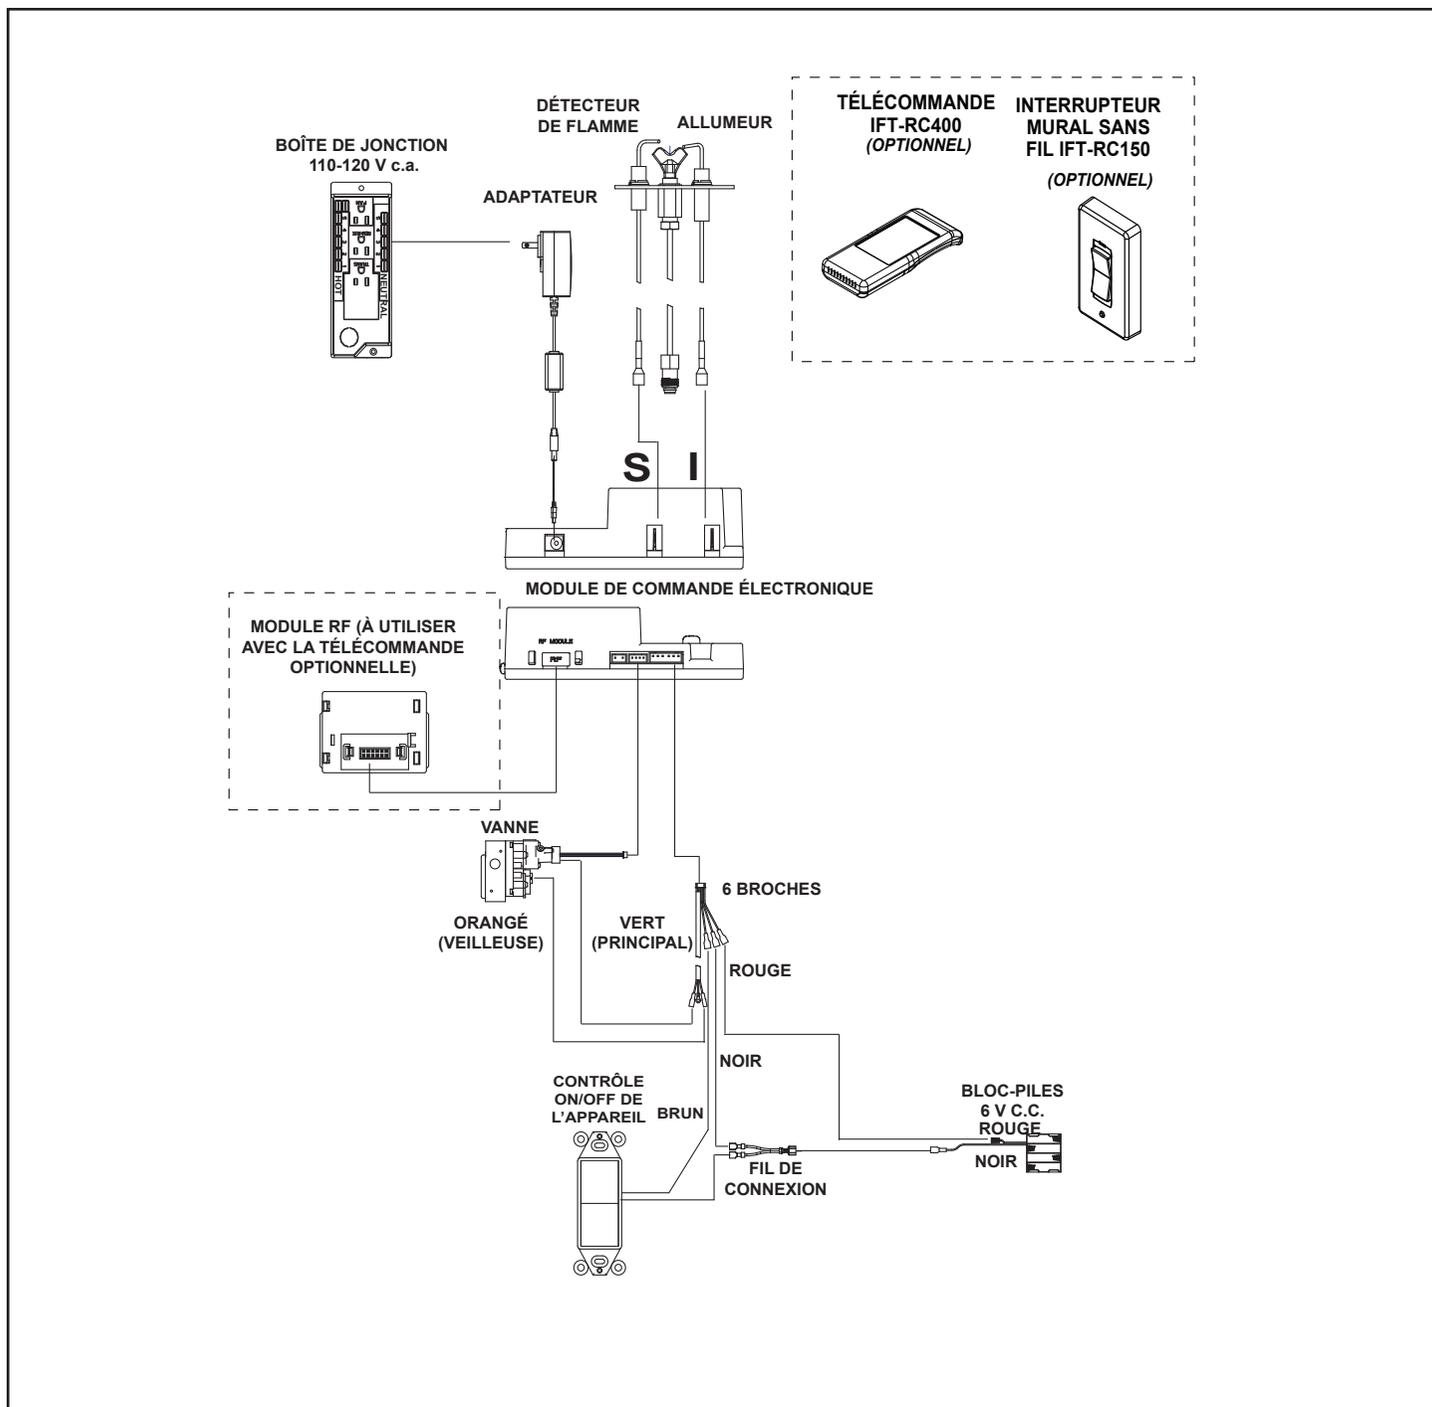

Figure 8.2 Schéma du câblage du système d'allumage Intellifire™ Tactile
- Consultez la figure 8.2, Schéma du câblage IntelliFire™ Tactile (IPI).